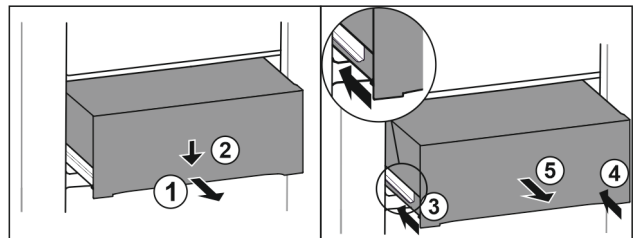

Fig. 77
- ▶ Trekk skuffen ut halvveis. Fig. 77 (1)
- ▶ Skyv skuffen foran nedover. Fig. 77 (2)
- ▶ Sett inn den venstre skinnen ca. 2 cm. Fig. 77 (3)
- ▶ Sett inn den høyre skinnen ca. 2 cm. Fig. 77 (4)
- ▶ Ta ut skuffen framover. Fig. 77 (5)